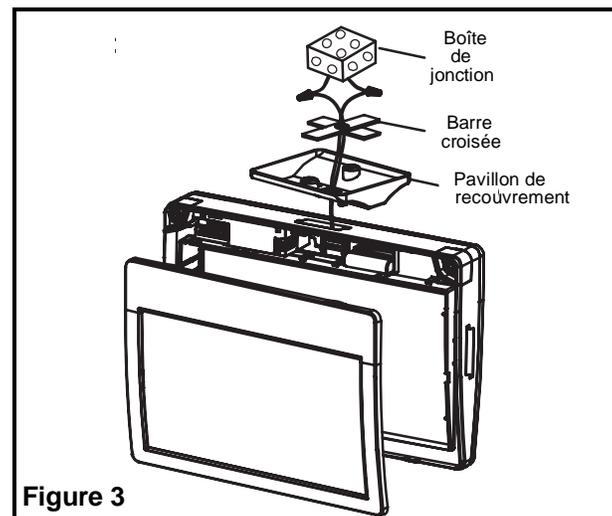

Figure 3
- b. Retirez le couvercle du trou de montage de la plaque arrière, du haut ou des côtés de l'unité, selon votre configuration d'installation (voir figures 3, 4, 5).